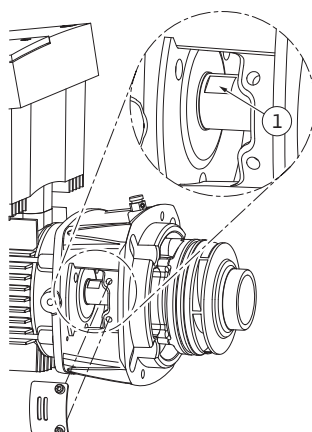

Fig. 54: Ključne površine na gredi
15. Viličasti ključ, optimalne velikosti 22 mm, vstavite v odprtino laterne in držite gred na ključnih površinah (Fig. 54, poz. 1). Izvijte matico tekača (Fig. 7, poz. 15). Tekoč (Fig. 7, poz. 16) se avtomatsko sname z gredi.
24. Pri vgradnji tekača vložite viličasti ključ, optimalne velikosti 22 mm, v odprtino laterne in držite gred na ključnih površinah (Fig. 54, poz. 1).